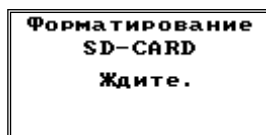

Рисунок 119
7.1.9.17 Время выполнения операции зависит от емкости используемой SD-карты и может составлять до нескольких минут (рисунок 119). В это время ИБ не реагирует на команды пульта ДУ и нажатия кнопок на лицевой панели. Для экстренного прерывания процесса форматирования можно удалить SD-карту из слота ИБ.